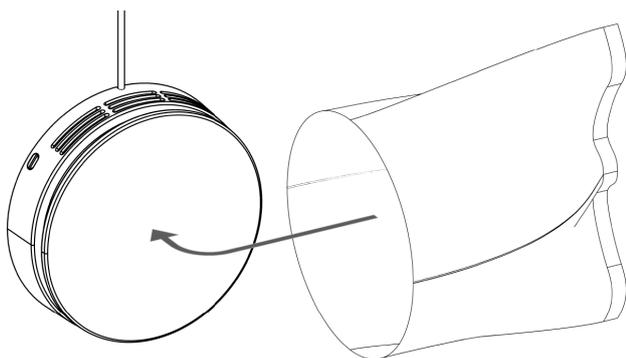
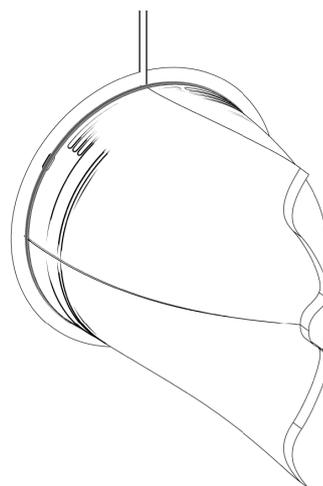

Figure 10 - Recouvrez la centrale avec le sac en plastique.
Figure 11 - Fermez le sac au moyen de l'élastique.
4. Dépliez le sac en plastique, recouvrez la centrale avec et fermez le sac au moyen de l'élastique prévu à cet effet (voir Figure 10 et Figure 11 à la page suivante).